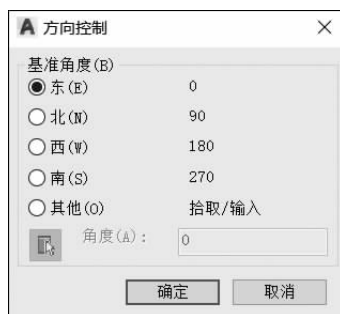

图 2-7 “方向控制”对话框
(6)方向:定义角度 0 并指定测量角度的方向。单击“方向”按钮,弹出“方向控制”对话框(见图 2-7),系统默认正东方的方向为  $0^\circ$ ,逆时针方向旋转为角度增加的正方向。